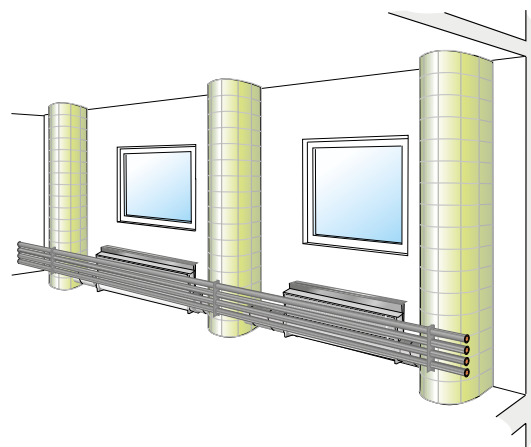

Abbildung 6. PRIMO mit auf der Front platzierten Verteilerrohren.
- PRIMO mit auf der Front platzierten Verteilerrohren. (Abbildung 6).